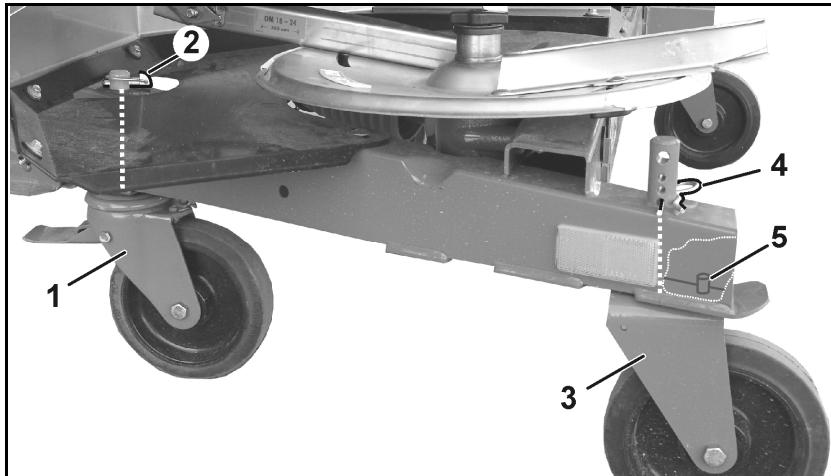

Fig. 41
5. Styrbare bremseruller (Fig. 41/1) foran
- o Monter, og sikre med splint (Fig. 41/2), hhv.
6. Faste ruller (Fig. 41/3) bak
- o Monter, og sikre med saksepinne (Fig. 41/4) i de nederste frigjøringshullene, hhv.
Når de faste rullene monteres, må du passe på at boltene (Fig. 41/5) griper gjennom boringen til rammen og dermed holder rullene i lengderetningen.